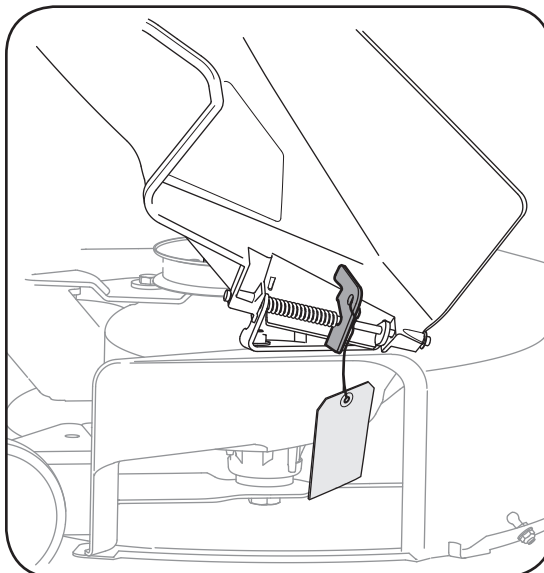

Figura 2
- Localice la traba de seguridad utilizada en el envío (si está presente) y la etiqueta de advertencia que la acompaña, ubicadas en el lado derecho de la podadora, entre el canal de descarga y la plataforma de corte. Vea la Figura 2.